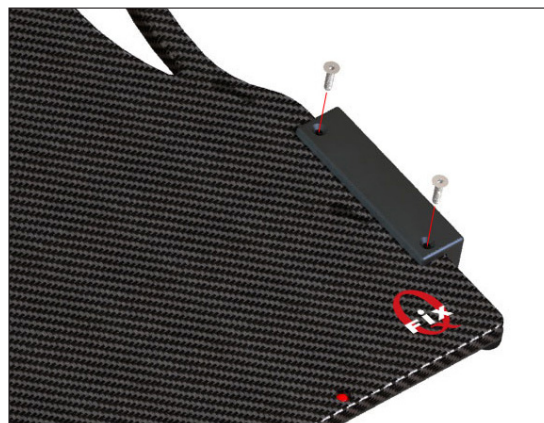

Fig. 7
2. Upprepa monteringen för den motsatta adaptorn (Fig. 7).